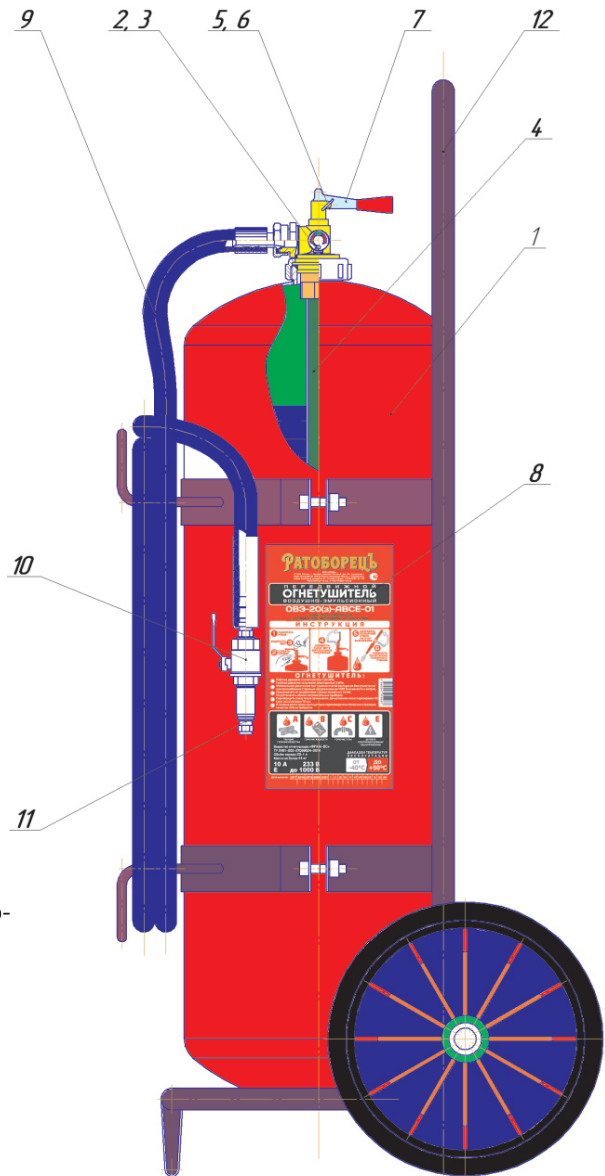

Рис. 1. Общий вид огнетушителя.
Общий вид конструкции огнетушителя приведён на рис. 1.
Огнетушитель (см. рис. 1) состоит из корпуса 1, который закреплен на колёсной тележке 12 двумя хомутами, на штуцере горловине которого, с помощью накидной гайки закреплено ЗПУ - 2. Запорно-пусковое устройство оснащено индикатором давления 3, который предназначен для визуального контроля давления сжатого азота в корпусе огнетушителя, сифонной трубки 4, и подвижным рычагом 7 для включения подачи ОТВ. Подвижный рычаг 7 блокируется предохранительной чекой 5 с пломбой 6. К выходному штуцеру запорно-пускового устройства 2 присоединен рукав высокого давления 9 с пожарным стволом 10, на выходе из которого установлено распылительное сопло 11.
- снять пломбу 6, далее (см. рис. 1);